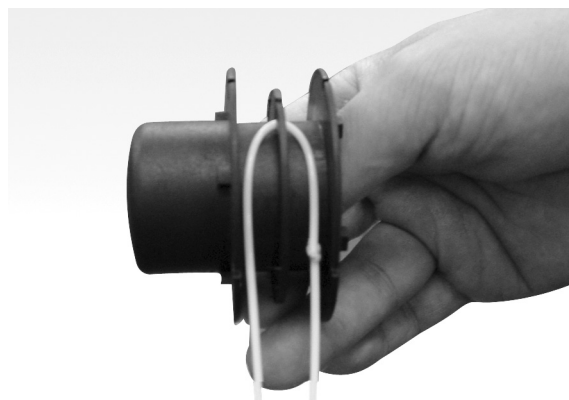

Fig. 20
4. Usando la línea de reemplazo 0.065", mida aproximadamente 14' de línea. Doble sobre la línea del cortador en dos longitudes iguales y coloque el rotor en la ranura del divisor del rotor (Fig. 20)